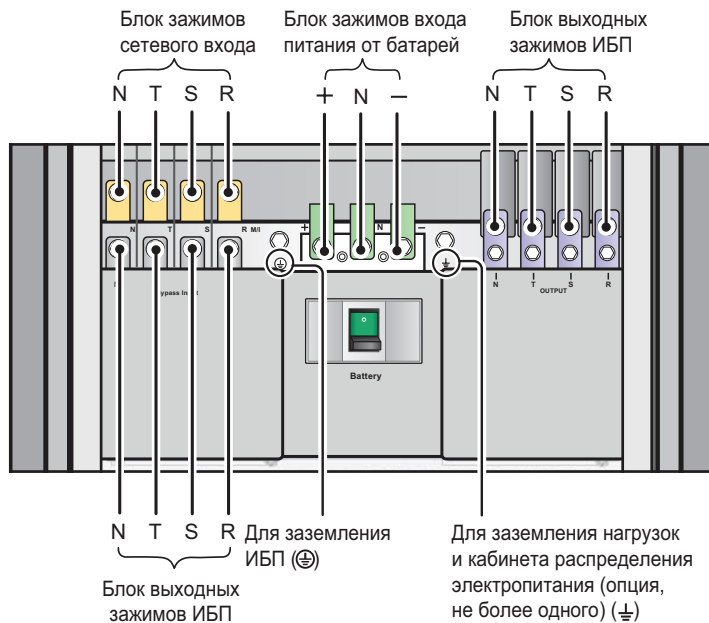
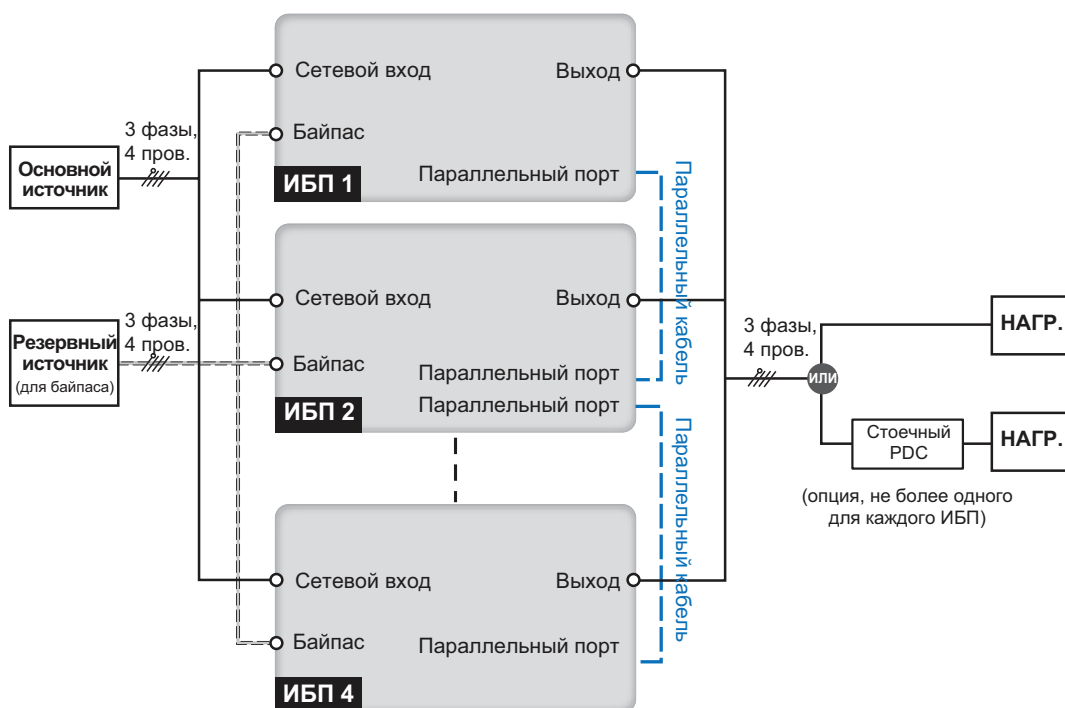

Рис. 5-8. Схема подключения в конфигурации с двумя входами (одиночный ИБП)
Рис. 5-10. Схема подключения в конфигурации с двумя входами (система с параллельными ИБП)
3. Подключите к блоку зажимов ИБП электросеть переменного тока (к сетевому входу) и резервный источник питания переменного тока (к входу байпаса), нагрузку, кабинет распределения электропитания и внешний батарейный кабинет. См. **Рис. 5-8**. Следуйте указаниям Руководства по эксплуатации PDC относительно монтажа, подключения, вентиляции и работы с этим устройством. В автономном режиме необходимо использовать либо внешний батарейный кабинет (не более четырёх), либо батарейный модуль (опция, не более четырёх). Одновременное использование батарейных кабинетов и батарейных модулей запрещается! Подключать ИБП одновременно к PDC и непосредственно к нагрузкам запрещается. Более подробная информация изложена в разделах **5.6 Внешний батарейный кабинет** и **5.7 Батарейный модуль**.
4. Нейтральный проводник источника переменного тока, подключённого к входу байпаса, подключите к зажиму нуля (N) сетевого входа.
3. Подключите к блоку зажимов ИБП электросеть переменного тока (к сетевому входу) и резервный источник питания переменного тока (к входу байпаса), нагрузку, кабинет распределения электропитания и внешний батарейный кабинет. См. **Рис. 5-8** и **Рис. 5-10**. Следуйте указаниям Руководства по эксплуатации PDC относительно монтажа, подключения, вентиляции и работы с этим устройством. В автономном режиме используется либо внешний батарейный кабинет (не более четырёх), либо опциональный батарейный